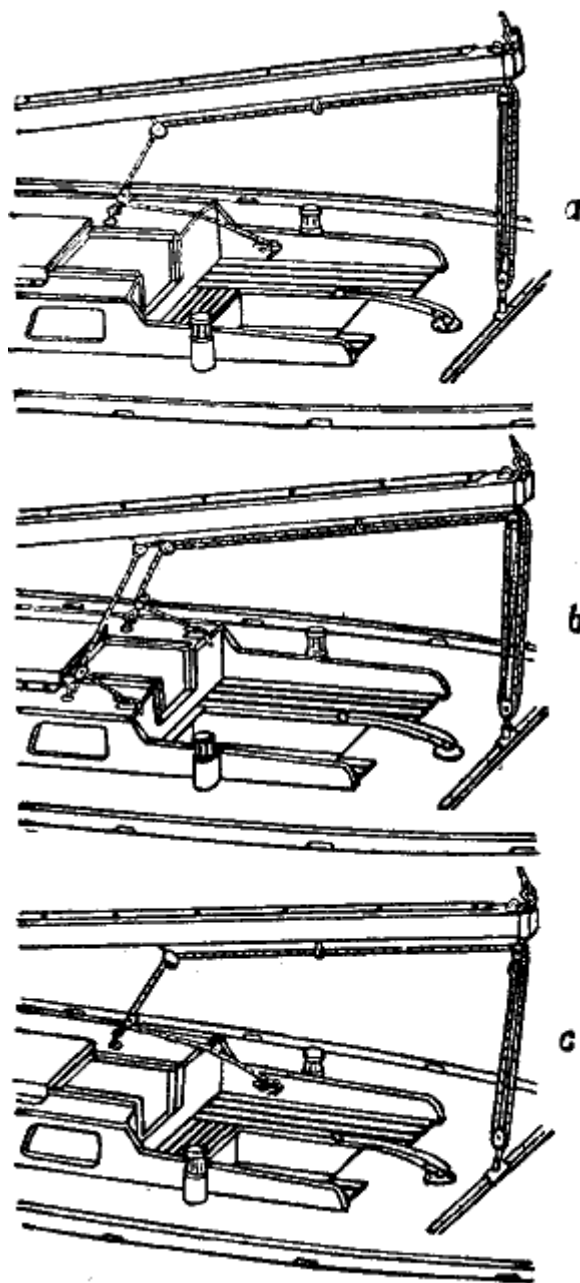

Рис. 334. Различные способы проводки гика-шкота
1. Если каютный люк сдвигается в сторону или дает возможность провести ходовой конец гика-шкота только по одному борту (разумеется, по наветренному!), то коренной конец шкота через скобу на кормовой части палубы крепится за блок с проушиной; блок в этом случае скользит по шпрюйту или передвигается по рельсу. Отсюда шкот проводится к двойному блоку на ноке гика, затем возвращается через палубный блок снова к ноку гика и далее проводится по нижней стороне гика через один или два направляющих обушка к блоку, укрепленному посредине гика. Затем шкот направляют к блоку, укрепленному на палубе каюты, и уже оттуда — к крепежной утке, установленной в кокпите или на его комингсе (рис. 334, а).
части палубы, и тем же самым путем обратно к другой стороне палубы каюты. Эту проводку делают таким образом, чтобы можно было управлять гика-шкотом с соответствующего наветренного борта. Так как тяга обоих концов к ноку гика одинакова, то здесь можно применить двойной блок. Для проводки шкота посредине гика рекомендуется укреплять два отдельных блока (рис. 334, б).
3. На небольших яхтах или при использовании грота площадью до 20 м² коренной конец можно крепить также к блоку с проушиной, укрепленному на ноке гика. В этом случае шкот проводится через блок на палубе к гика и, как описано выше, проходит вдоль гика через палубу каюты к кокпиту (рис. 334, а).